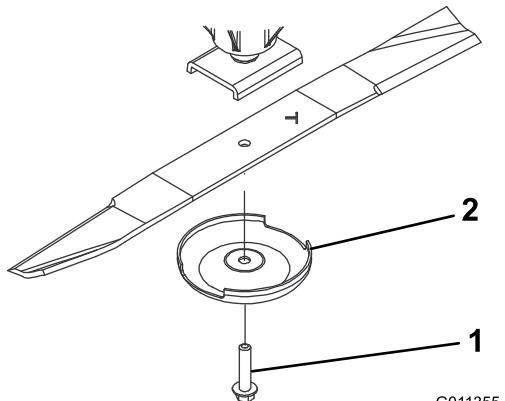

Figura 62
- Sujete el extremo de la cuchilla usando un paño o un guante grueso. Retire del eje de la cuchilla el perno de la cuchilla, el protector de césped y la cuchilla (Figura 62).
- Instale la cuchilla, con la vela hacia la carcasa de corte, con el protector de césped y el perno de la cuchilla (Figura 62). Apriete el perno de la cuchilla a 115-149 N·m (85-110 pies-libra).